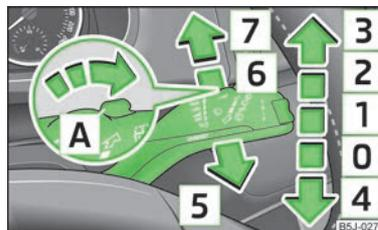

Abb. 30
- Möchte man die Frontscheibe nur kurz wischen, den Hebel in die gefederte Stellung **4** » Abb. 30 drücken.
- Den Hebel nach oben in Stellung **1** » Abb. 30 stellen.
- Den Hebel nach oben in Stellung **2** » Abb. 30 stellen.
- Den Hebel nach oben in Stellung **3** » Abb. 30 stellen.
- Den Hebel zum Lenkrad in die gefederte Stellung **5** » Abb. 30 ziehen, die Waschanlage und die Scheibenwischer arbeiten.
- Den Hebel vom Lenkrad weg in Stellung **6** » Abb. 30 drücken, der Scheibenwischer wischt alle 6 Sekunden.
- Den Hebel vom Lenkrad weg in die gefederte Stellung **7** » Abb. 30 drücken, der Scheibenwischer und die Waschanlage arbeiten.
- Den Hebel in die Grundstellung [0] » Abb. 30 zurückstellen.
Wenn das Ablend- oder Fernlicht eingeschaltet ist und der Scheibenwischerhebel in die Position [5] » Abb. 30 auf Seite 45 gezogen wird, werden die Scheinwerfer kurz bespritzt. Zum Reinigen der Scheinwerfer kommt es auch nach jedem fünften Besprühen der Frontscheibe.